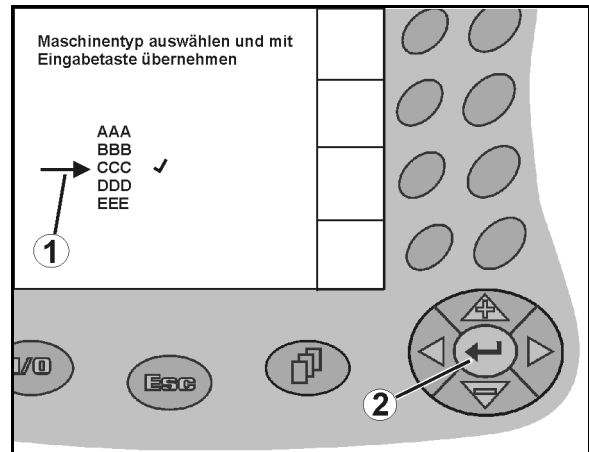

Fig. 13
1.  Positioner valgpil (Fig. 13/1).
2.  Overtag valget (Fig. 13/2).